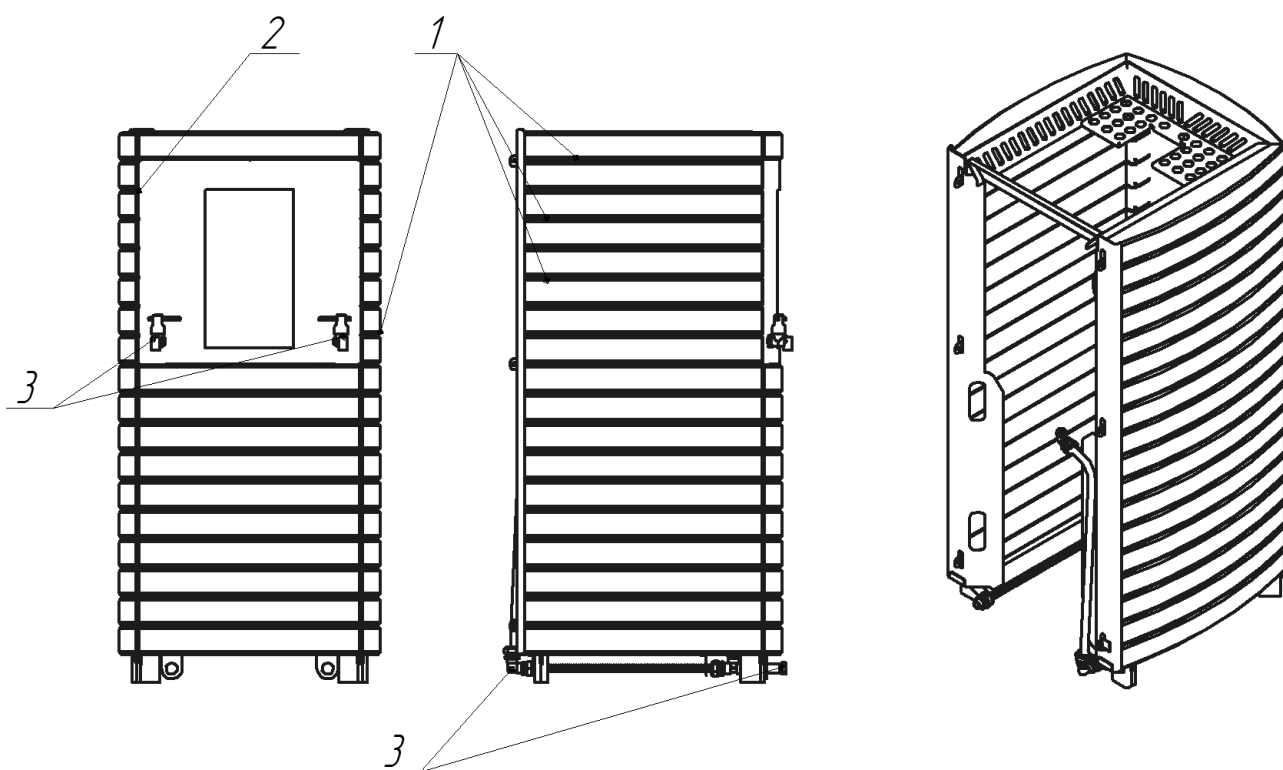

Рис. 7 Устройство декоративно-защитного ограждения печи «Суббота Элит»
- Печь Суббота Элит – сборная конструкция из натурального камня поз.1 рис.7 из полированной нержавеющей стали поз.2 рис.7. Предусмотрена система подачи холодной и горячей воды в парильное помещение поз.3 рис.7